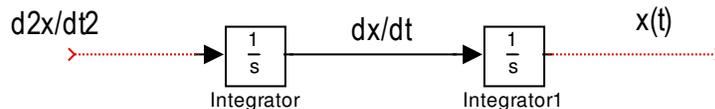

Figura 7.12.- Obtención de $x(t)$ mediante la doble integración de $\frac{d^2x(t)}{dt^2}$
2) **Crear un diagrama de simulación con tantos integradores en cascada como el orden del sistema** en donde la salida del sistema es la salida del último integrador.- En este caso el orden del sistema es 2 y la salida del sistema $x(t)$ se toma del segundo integrador. Hasta este punto el diagrama de simulación lucirá como en la figura 7.12. Obsérvese que si la salida del segundo integrador es $x(t)$, forzosamente su entrada deberá ser $\frac{dx(t)}{dt}$, la cual es la salida del primer integrador y por lo tanto su entrada deberá ser $\frac{d^2x(t)}{dt^2}$